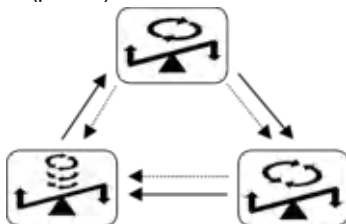

Рис. 1. Инновационный цикл перемешивания
- Все три в одном цикле (рис. 1).
- 5.1.3. Включите прибор, установив выключатель **Power**, расположенный на передней панели прибора (рис. 1/1) в положение **On** (включено).
- 5.1.4. Регулятором скорости (рис. 1/2) установите необходимую скорость движения платформы.